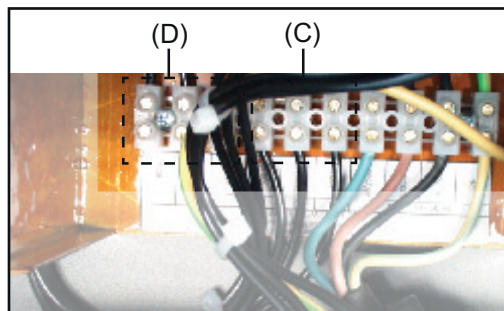

Fig. 5 Brancher le transformateur automatique sur 480V
- 4 Débrancher les conducteurs de phase (L1, L2, L3) sur la borne plate (à proximité de la prise) au niveau du „secteur 500 V“ (C) (Fig. 5)
- 5 Brancher les conducteurs de phase (L1, L2, L3) sur les trois connecteurs situés les plus vers l'extérieur de la borne plate, „secteur 480 V“ (D) (Fig. 5)